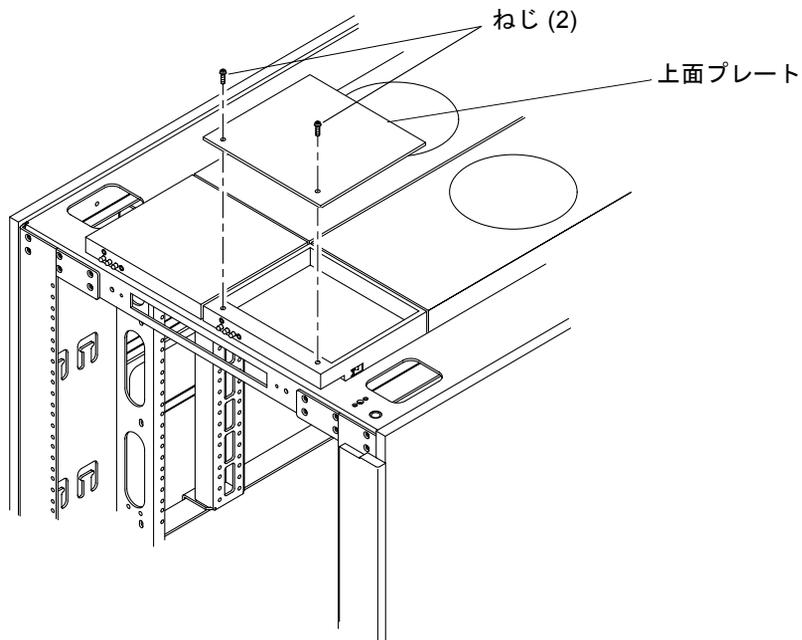

図 6-6 キャビネットのファントレーの上面プレート
4. ファンアセンブリの上面プレートから、2本のねじを取り外します (図 6-6)。